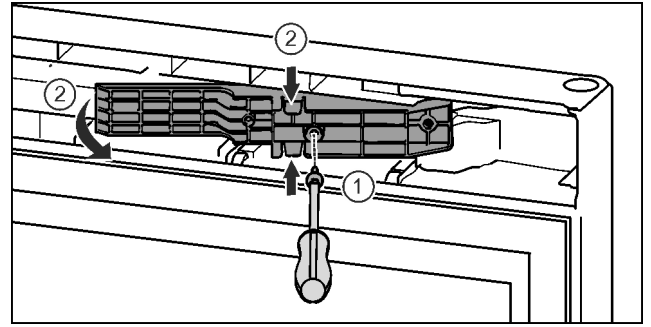

Fig. 16*
- Schrauben mit Schraubendreher T15 lösen.* *Fig. 16 (1)*
- Adapterstück herausziehen.* *Fig. 16 (2)*